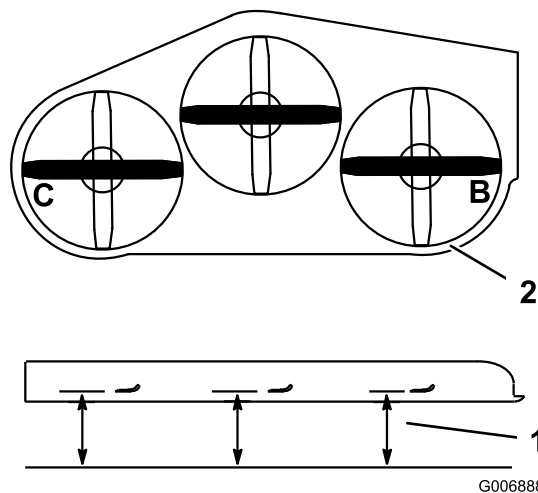

Figure 83
3. Tournez les lames pour les mettre parallèles dans le sens transversal. Mesurez la distance aux points **B** et **C** entre une surface plane et le bord coupant des pointes des lames (Figure 83).